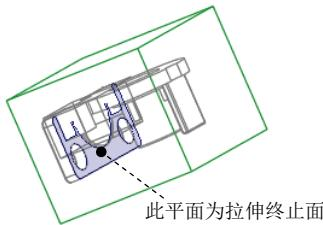
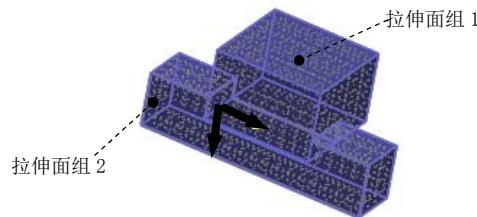

图 14.14 选取拉伸终止面
图 14.15 合并面组
(4) 设置深度选项。
① 在操控板中选取深度类型 (到选定的)。
② 将模型调整到图 14.14 所示的视图方位，采用“列表选取”的方法，选择图 14.14 所示的平面为拉伸终止面，在“从列表中拾取”对话框中选择 **曲面:F1(外部合并):HANDLE-FORK_MOLD_REF** 选项，在“从列表中拾取”对话框中单击 按钮。
③ 在操控板中单击 按钮，在“选项”界面中选中 封闭端 复选框。
(5) 单击 按钮，完成特征的创建。
Step5. 将拉伸面组 1 与拉伸面组 2 进行合并，如图 14.15 所示。
(1) 遮蔽参考件和坯料。在模型树中右击 ，从系统弹出的快捷菜单中选择 **遮蔽** 命令，用同样的方法遮蔽 。
(2) 按住 Ctrl 键，依次选取拉伸面组 1 与拉伸面组 2。
(3) 单击 **分型面** 功能选项卡 **编辑** ▾ 区域中的 合并 按钮，系统弹出“合并”操控板。
(4) 在“合并”操控板中单击 和 按钮，在模型中选取要合并的面组的箭头方向，如图 14.15 所示。
(5) 在操控板中单击 按钮，在“选项”界面中选中 相交 单选项。单击 按钮。